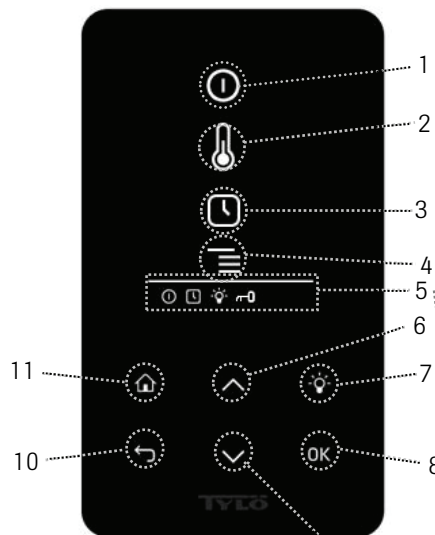

Рис. 8. Основное меню h1
11. Домой – переход в начальное основное меню (Рис. 8 и 9)
Показ времени и температуры идентичен показу в основном меню (Рис. 8) также при выключенном агрегате.